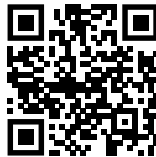

Fig. 96
- ▶ Deschideți Liebherr SmartMonitoring Dashboard. (vezi Fig. 96)